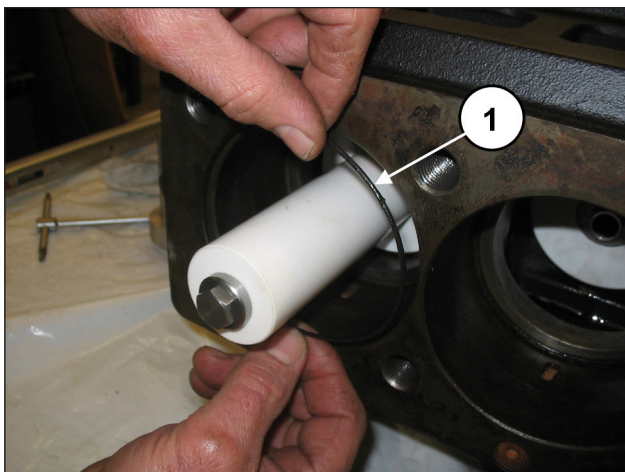
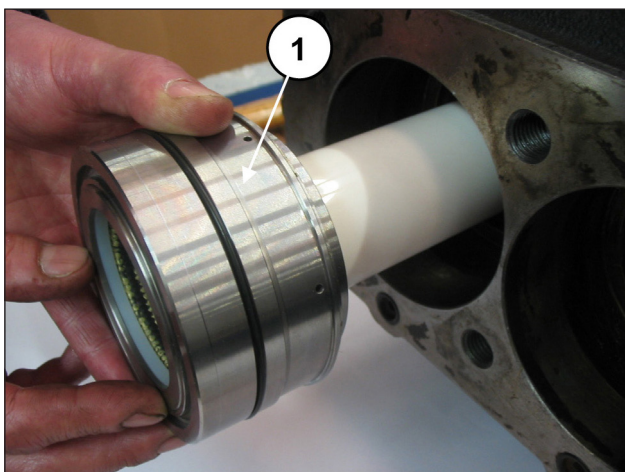

Fig. 179
Fig. 180
Insira o anel circular no interior do carter da bomba (pos. ①, Fig. 179) e em seguida, o bloco da camisa - suporte do ferro (completo pelo mesmo anel circular), anteriormente montado até a passagem (pos. ①, Fig. 180).